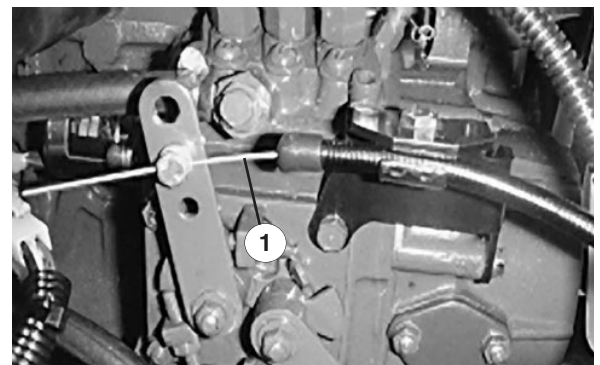

Bild 30
1. Stellen Sie den Gaszug (Bild 30) so ein, dass der Drehzahlreglerhebel am Motor die Schrauben für die niedrige und die hohe Drehzahl berührt, bevor der Gashebel den Schlitz im Armaturenbrett berührt.